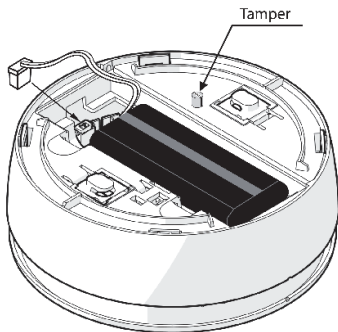

Figura 4
4. Abrir la tapa del compartimento de la batería y conectar el cable de la batería al conector de la batería. Cuando inserte el soporte de las pilas en su lugar, asegúrese de que las mismas estén orientadas hacia la carcasa de la sirena (*ver Figura 4*).